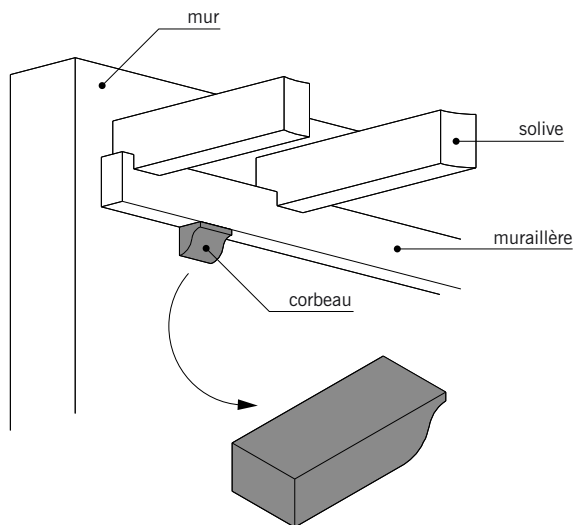

fig. 4.25
■ Le **corbeau** (fig. 4.25 et 4.26) : support en pierre ou en métal encastré ou scellé dans le mur servant à soutenir les lambourdes.